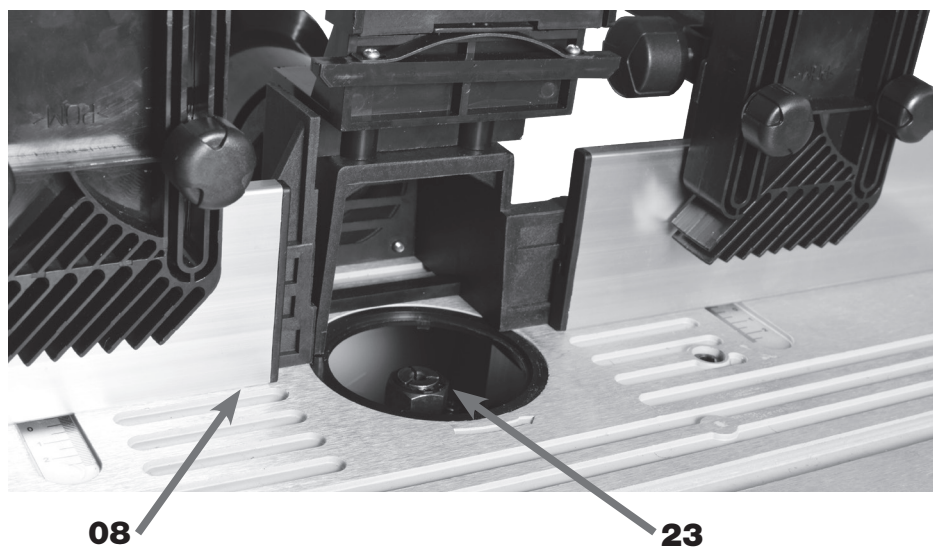

FIGURA 34 - Acesso a Pinça
2. REMOVER os Anéis da Mesa (42) (figura 34);
3. ESCOLHER qual o diâmetro da Pinça (23) ($\varnothing$ 6, 8 ou 12 mm) em função do diâmetro da haste da Fresa (04);